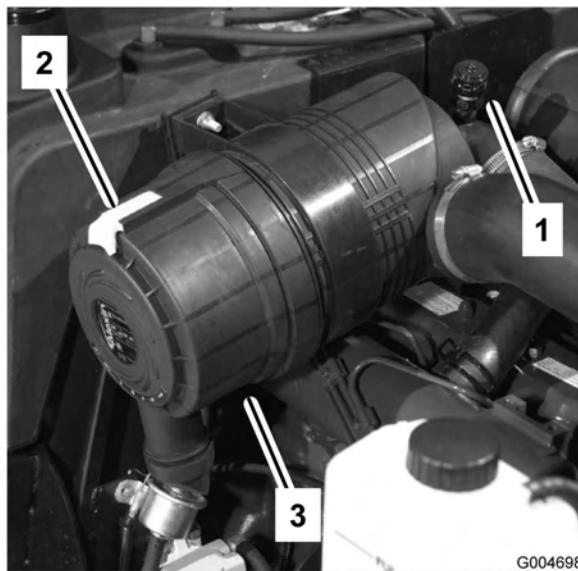

Figura 46
- Puxe o trinco para fora e rode a cobertura do filtro de ar no sentido contrário ao dos ponteiros do relógio(Figura 46).
7. Instale a tampa orientando a válvula de saída de borracha (Figura 46) para uma posição descendente – entre aprox. 5:00 e 7:00, na perspectiva extremidade. Fixe o trinco.